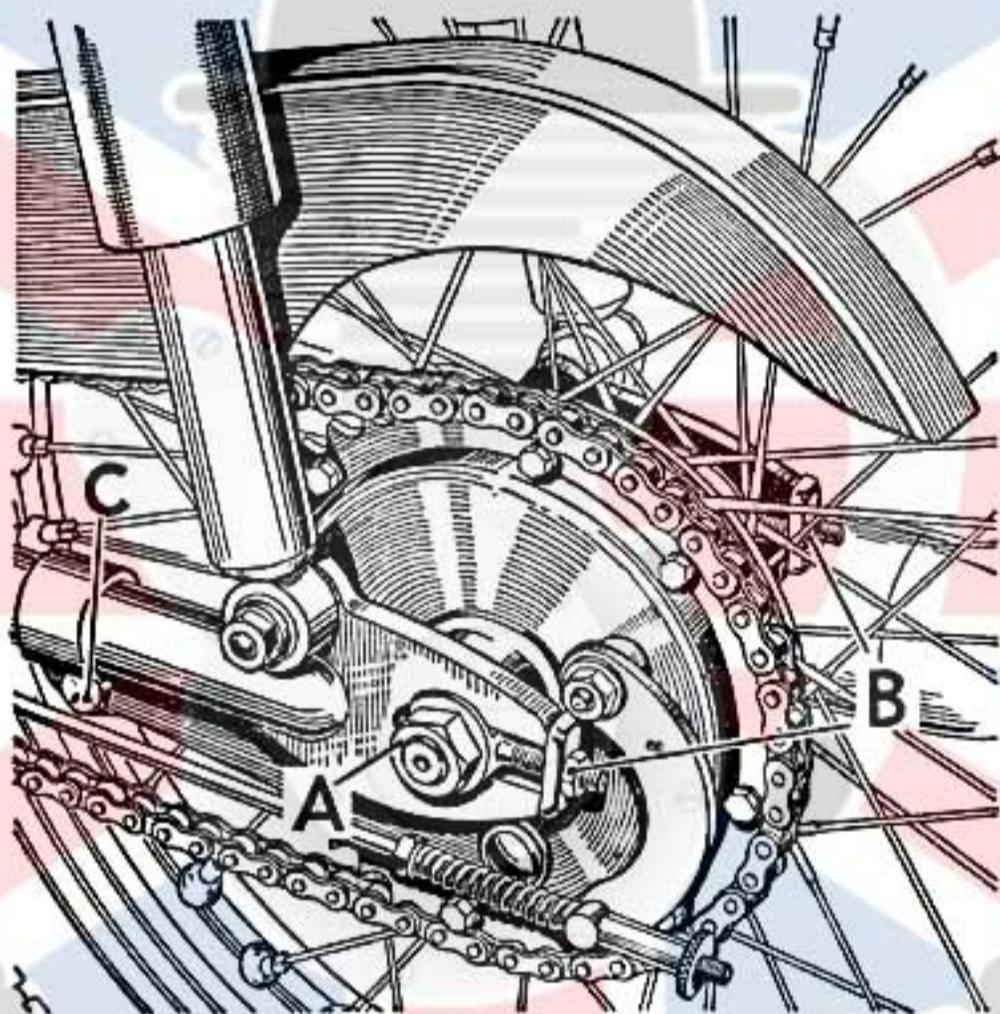

Fig. 21. Réglage de la chaîne arrière (Bantams).
Desserrer les écrous (A) de l'axe (Fig. 21) et serrer les écrous de réglage (B) jusqu'à ce que la tension de la chaîne soit correcte, c-à-d lorsque le mou supérieur et inférieur au centre de la chaîne soit de 19 mm au point le plus tendu.